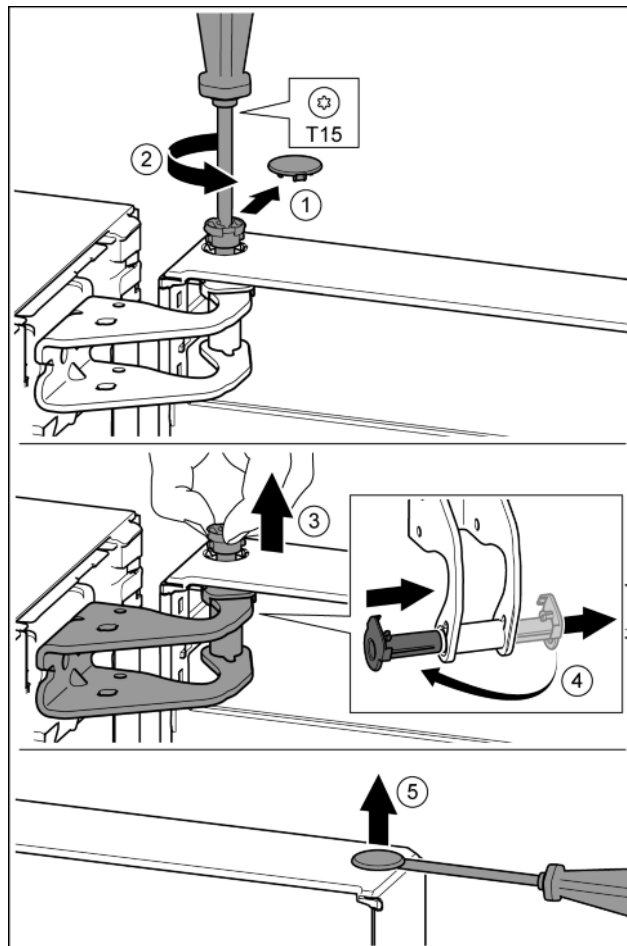

Fig. 12
- Обережно зніміть запобіжну кришку. Fig. 12 (1)
- Трохи викрутіть гвинт за допомогою викрутки T15. Fig. 12 (2)
- Притримуйте дверцята і витягніть палець руками. Fig. 12 (3)
- Витягніть із напрямної опорну втулку. Встановіть і зафіксуйте з іншого боку. Fig. 12 (4)
- За допомогою шліцевої викрутки обережно підійміть пробку із опорного втулка дверцят та витягніть її. Fig. 12 (5)